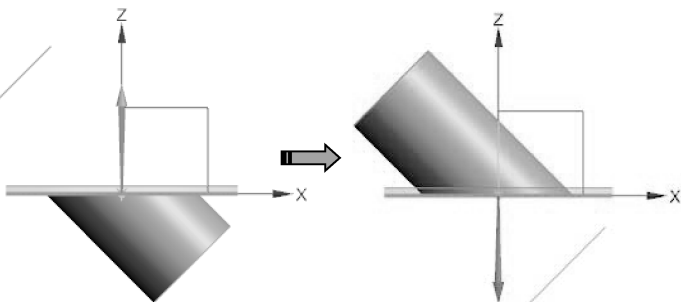

图 3-78 调整修剪结果
- 09 根据图形区的修剪预览结果，单击【反向】按钮来调整修剪结果，如图 3-78 所示。